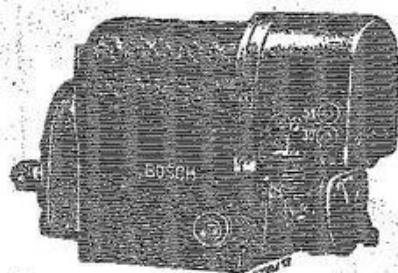

Fig. 4 - DINAMO - SPINTEROGENO
- 1 **DINAMO-SPINTEROCENO B 142** a 6V. della potenza di 30 W. regolazione di tensione automatica (Fig. 4);